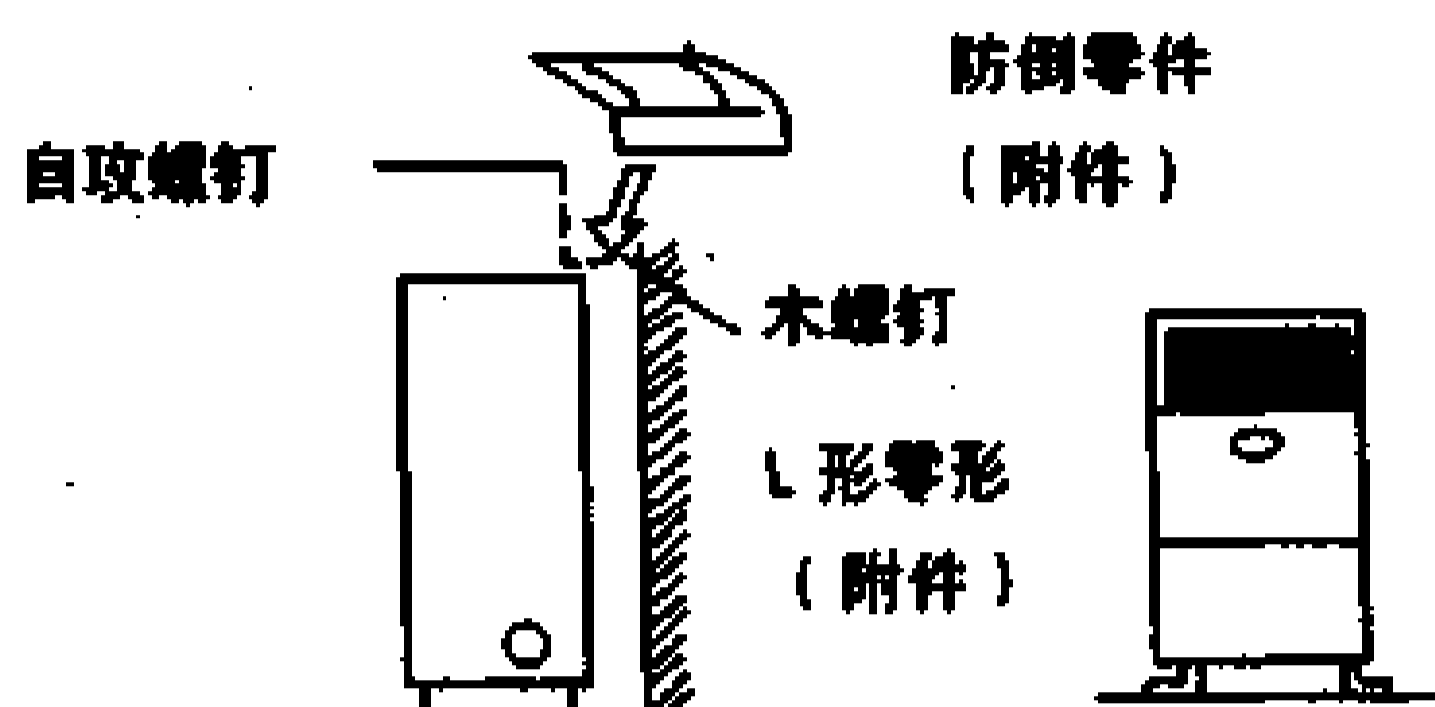

图 16-5-7
(1) 安装位置选择
- 应选择靠近电源插座，机器附近应留出足够的空间。(见安装图 16-5-7)